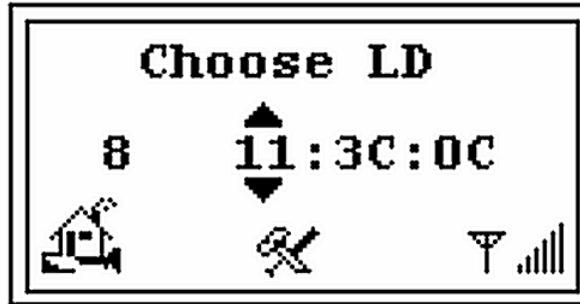

Abbildung 2-15 Choose LD-Bildschirm
5. Drücken von **Enter** und der *Choose LD* Bildschirm erscheint (Abbildung 2-15).